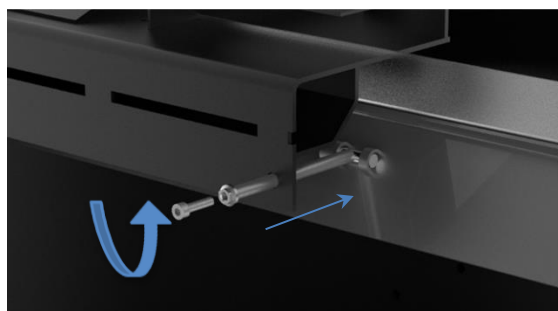

Figure 60 - Régulation du déflecteur de fumée
* Remarque: si l'installation présente un mauvais tirage, il est possible de régler la butée du clapet afin de faciliter le passage de la fumée par le col de la cheminée, Figure 60. Cette opération doit être effectuée par un technicien spécialisé.